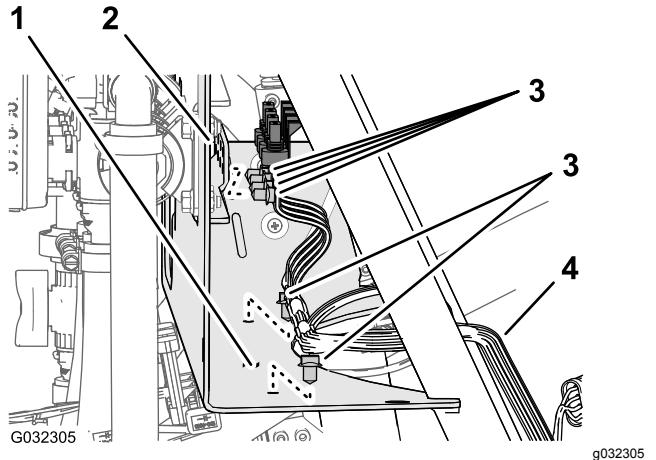

図 24
3. 後ワイヤハーネスをマニホールドマウントの前側お よび下部プレートに固定しているお押し込み型 ファスナを外す図 24。